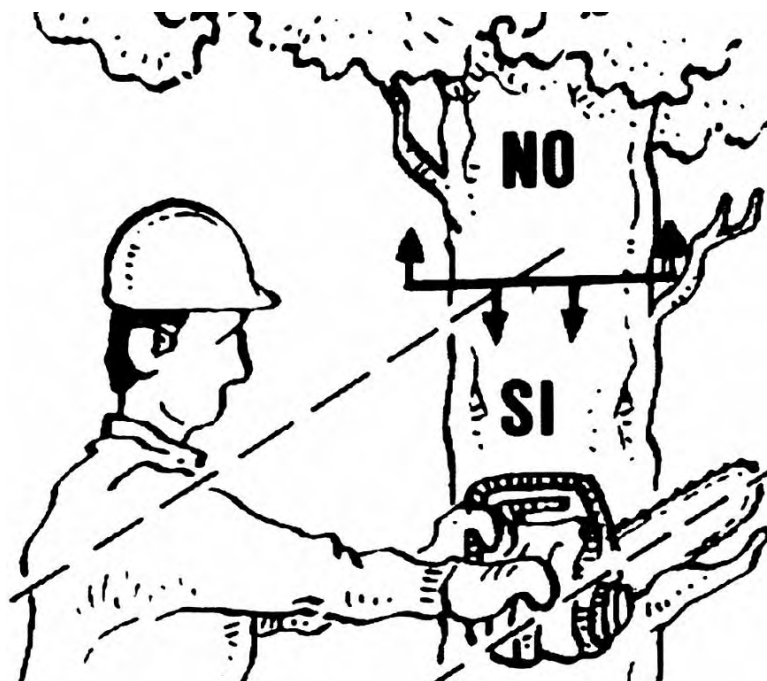

FIG. 047
- Durante el desramado se interpondrá el tronco entre la espada y el cuerpo, utilizándolo como protector. **FIG. 047**